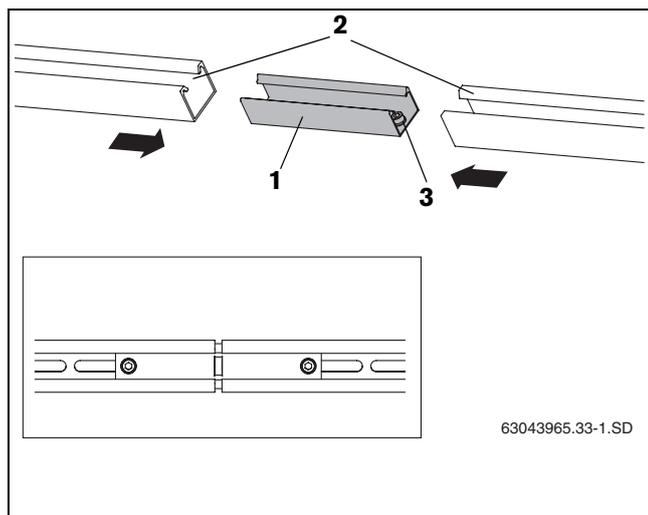

Fig. 27 Collegare le guide profilate
- ▶ Spingere il giunto ad innesto (fig. 27, [1]) fino all'arresto in entrambe le guide profilate (fig. 27, [2]).
- ▶ Per eseguire il bloccaggio, serrare i due prigionieri M10 premontati (fig. 27, [3]) nel giunto ad innesto servendosi della chiave SW5.